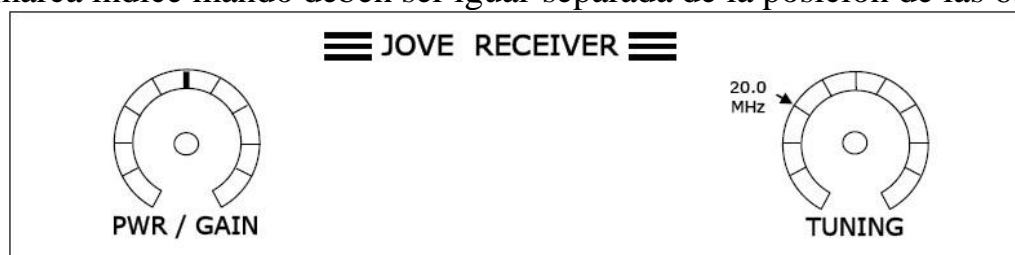

Figura 10. Panel frontal del receptor del Jover alineado.
3. Instale los dos mandos. Se deben orientar de manera que cuando el control se gira completa en sentido contrario, la marca de índice es cerca de la posición 7:00 (Figura 10).